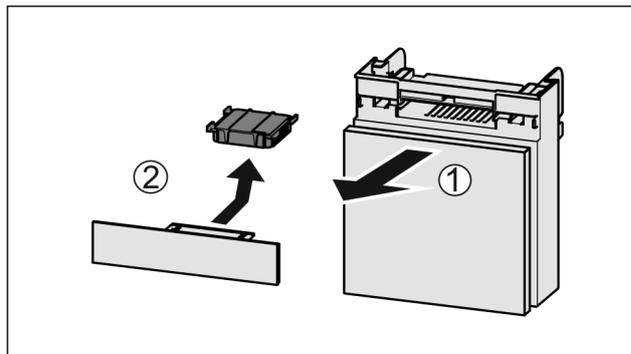

Fig. 34
- ▶ Pretinac izvucite Fig. 34 (1) prema naprijed.
- ▶ Izvadite filtar s aktivnim ugljenom Fig. 34 (2).